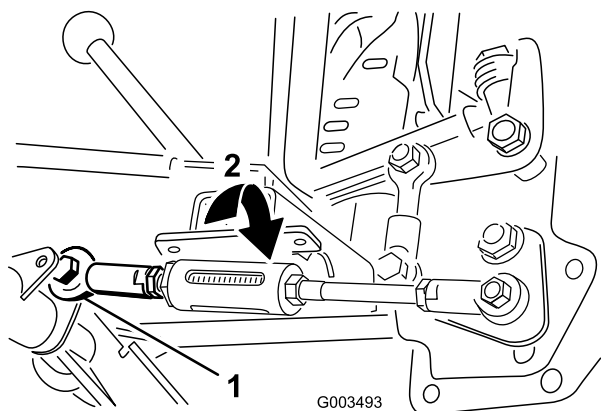

図 18
- A. ロッドをピボット・チューブに固定しているボルトとナットを外す（図 18）。
- B. 図 18 に示すボール・ジョイントを回転させて、ロッドの長さを調整する：